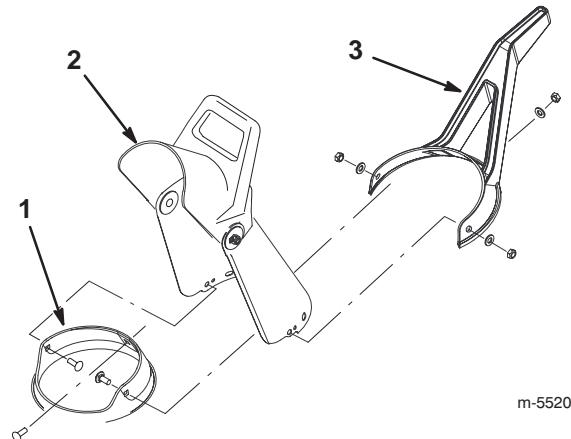

Figure 10
1. Placez l'éjecteur sur la couronne. Alignez les trous arrière de l'éjecteur et le trou au centre de la couronne (Fig. 10).
2. Introduisez une vis par l'intérieur dans le trou central de la couronne de l'éjecteur et dans le trou de l'éjecteur (Fig. 10).
3. Placez la poignée sur l'éjecteur et insérez complètement la vis dans le trou central de la poignée (Fig. 10).